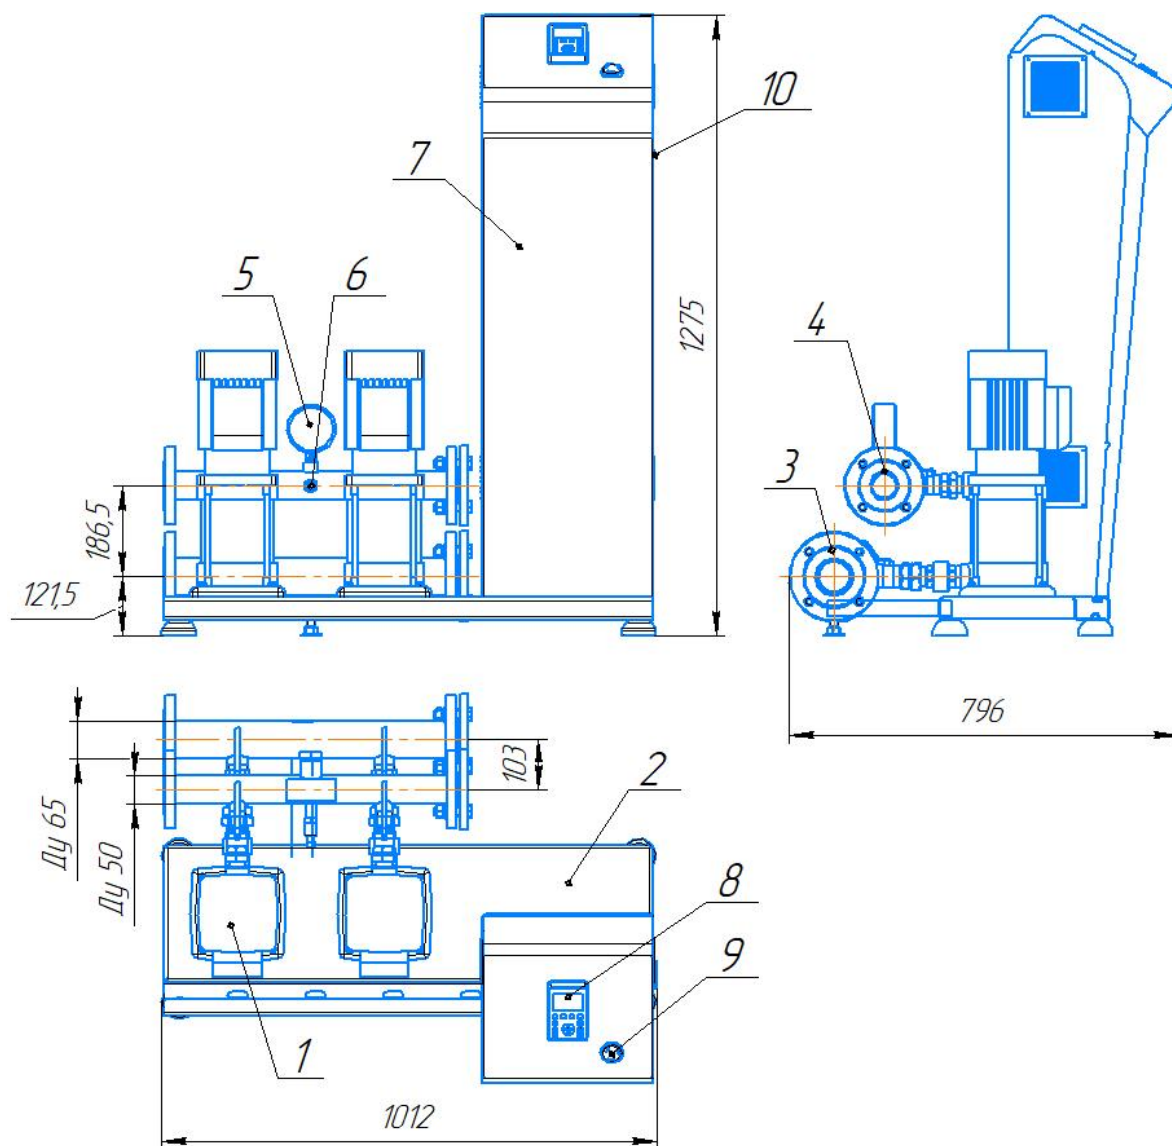

Рис. 1 Внешний вид станции.
3.1 В состав станции (см. рис. 1) входят перекачивающие насосы МК 5/5 (поз. 1), установленные на основании (поз. 2). Подача перекачиваемой жидкости осуществляется через всасывающий коллектор (поз. 3). Перекачиваемая жидкость через всасывающий коллектор распределяется по насосам и далее, через нагнетательный коллектор (поз. 4) поступает в сеть подачи жидкости потребителям. Контроль давления перекачиваемой жидкости осуществляется с помощью манометра (поз.5). Установленный на нагнетательном коллекторе датчик давления (поз.6), обеспечивает работу схемы управления, смонтированной в корпусе стойки управления (поз.7) с графической панелью (поз.8) и кнопкой аварийной остановки (поз.9). На боковой стенке стойки управления установлен вводной автоматический выключатель станции (поз.10). Для компенсации гидроударов и защиты насосов от частых включений к напорному трубопроводу необходимо подключить гидроаккумулятор.
- Включите электропитание станции от силового шкафа расположенного вблизи станции, при этом засветится графическая панель (рис.1 поз.8).
При подаче сетевого напряжения, засветится графическая панель (рис.1 поз. 8) с отображением основного экрана электронного манометра выходного давления. Внешний вид графической панели изображён на рисунке 2. На основном экране доступны три функциональные кнопки выбора: “ПУСК”, “СТОП” и “МЕНЮ”. Кнопки “ПУСК” и “СТОП” дублируют вкладку “Пуск/Стоп” подменю “Управление”. При нажатии на кнопку “ПУСК” произойдёт запуск насосной станции в ручном или автоматическом режиме. При нажатии на кнопку “МЕНЮ” можно перейти в основное меню.
- подать сетевое напряжение, при этом должна засветиться графическая панель управления (рис.1 поз.8).